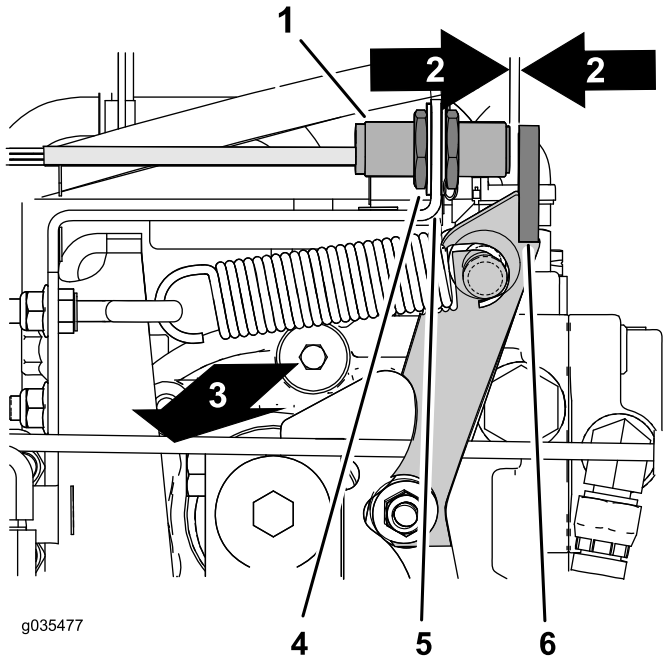

Bild 68
- A. Suchen Sie den Näherungssensor an der rechten, oberen Seite der Hydraulikpumpe (Bild 68).
- B. Kontrollieren Sie, dass der Halter des Näherungssensors nicht verbogen ist und dass die Kontrollleuchte an der Rückseite des Näherungssensors aufleuchtet (Bild 68).
1. Suchen Sie den Näherungssensor an der rechten, oberen Seite der Hydraulikpumpe (Bild 68).
2. Lösen Sie die Klemmmuttern auf beiden Seiten der Sensorhalterung (Bild 68).
3. Stellen Sie die Klemmmuttern so ein, dass zwischen dem Näherungssensor und dem Flansch des Leerlaufarms ein Spalt von 2,5 bis 3,6 mm besteht (Bild 68).
4. Ziehen Sie die Klemmmuttern fest (Bild 68).